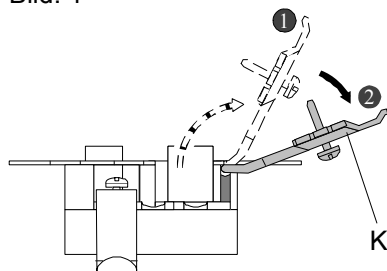

Bild: 2
2. Klappschelle K über die Stellung ① hinaus vollständig aufklappen, bis in Stellung ②. In Stellung ② ist K arretiert. (Bild 2).